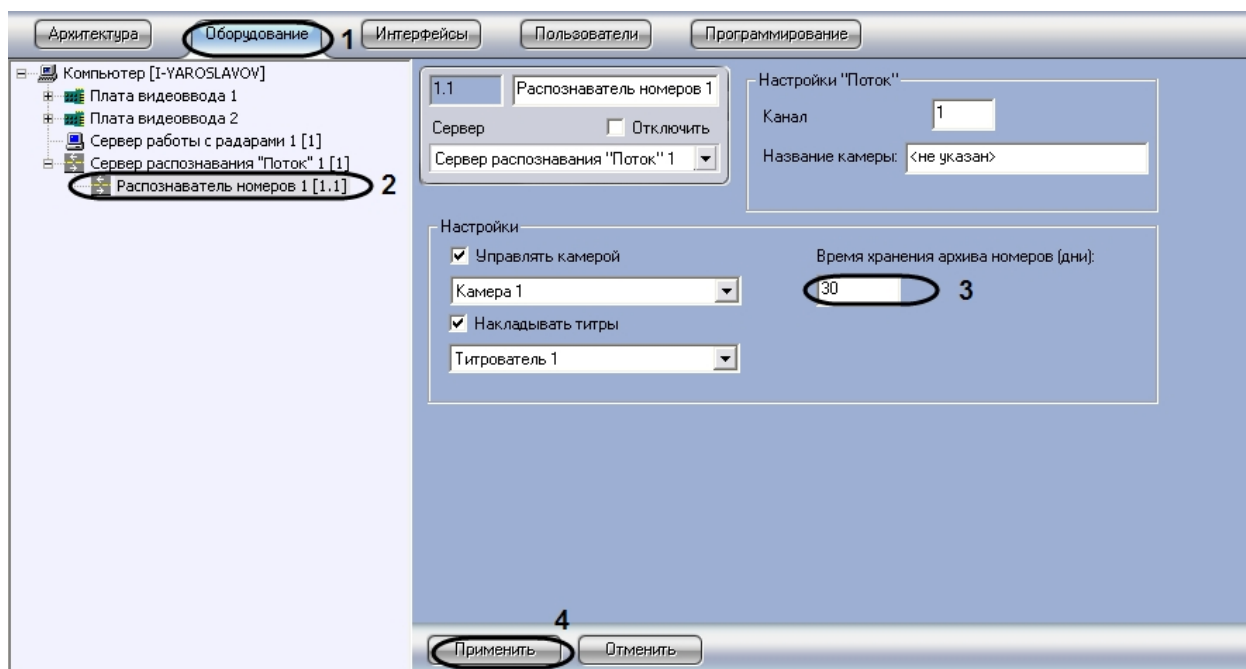

Рис. 49. Настройка глубины хранения записей в базе данных
2. В дереве объектов на вкладке «Оборудование» выбрать объект «Распознаватель номеров», соответствующий настраиваемому программному модулю «Поток». В правой части вкладки «Оборудование» отобразится панель настройки выбранного объекта (см. Рис. 49).